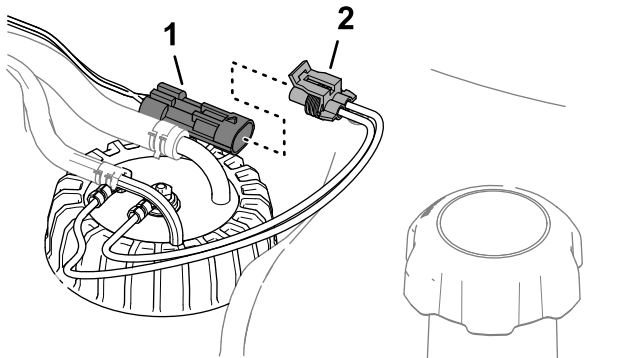

Figura 92
- 6. Enchufe el conector del arnés del sensor de combustible en el conector del arnés de cables de la máquina (Figura 92).